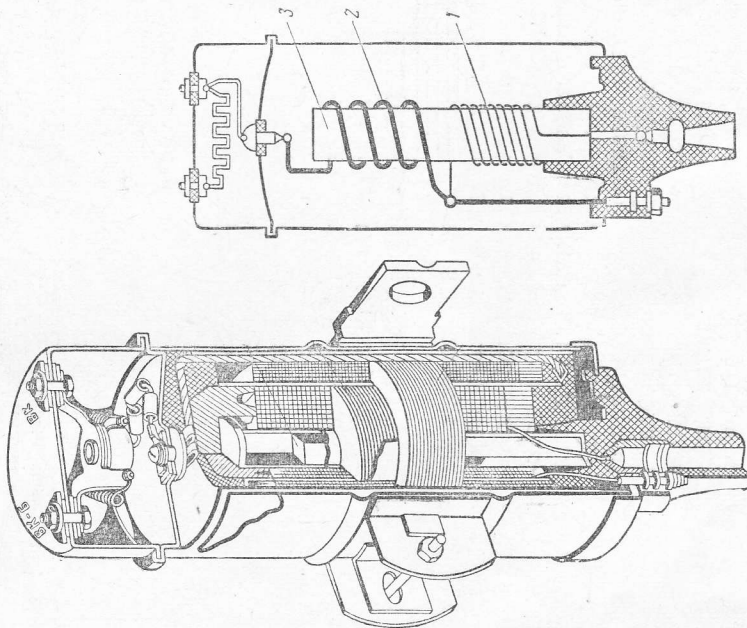

Рис. 74. катушка зажигания:
**Катушка зажигания** (рис. 74) служит для преобразования тока низкого напряжения в ток высокого напряжения. Она состоит из сердечника 3, первичной 2 и вторичной 1 обмоток. Первичная обмотка питается током низкого напряжения батареи аккумуляторов и создает в катушке магнитное поле.